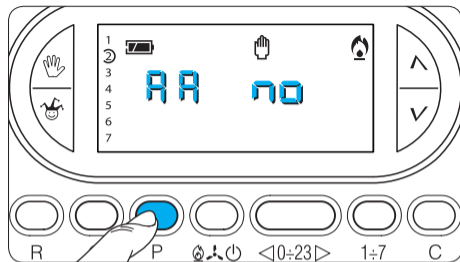

Fig. 59
17.3 - Premere due volte il pulsante **P** (fig. 59).